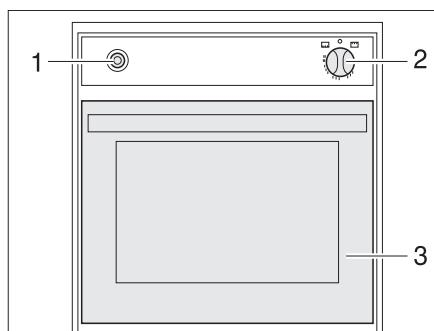

Fig. 127 Forno a gas
- Aprire completamente lo sportello del forno (Fig. 127,3).
- Premere leggermente il pomello girevole (Fig. 127,2) e ruotarlo in posizione "■" (forno).
- Premere il pomello girevole (Fig. 127,2) e tenerlo premuto per 5-10 secondi. Il gas fluisce verso il bruciatore.
- Premere l'interruttore di accensione (Fig. 127,1) finché la fiamma non brucia.
- Ruotare il pomello girevole (Fig. 127,2) su "O". La fiamma si spegne.